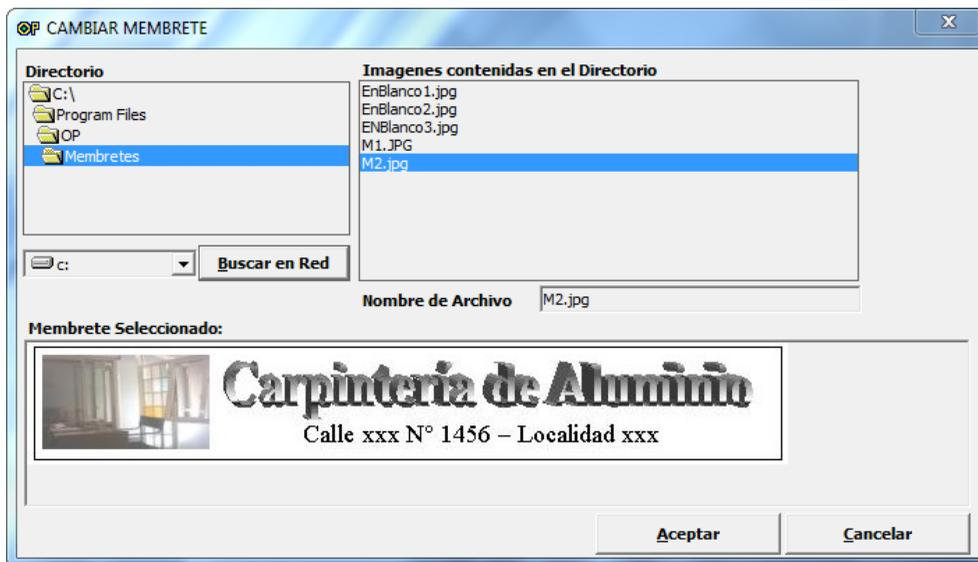

Figura 9.12 – Cambiar Membrete
**Membrete – Cambiar** (Fig. 9.11 y Figura 9.12): Permite seleccionar la imagen para el membrete. OP 2.1 soporta los formatos de imagen jpg y bmp. Por otra parte, la imagen no debe superar los **700** pixeles en ancho y **150** pixeles en alto. Cabe recordar que esta configuración solo modifica ejecuciones generadas por el Editor OP y para el tipo de impresión *Clásico – RTF* creado por Word (para los demás tipos de impresión ver *Opciones de Presupuesto* en Cap. 12).